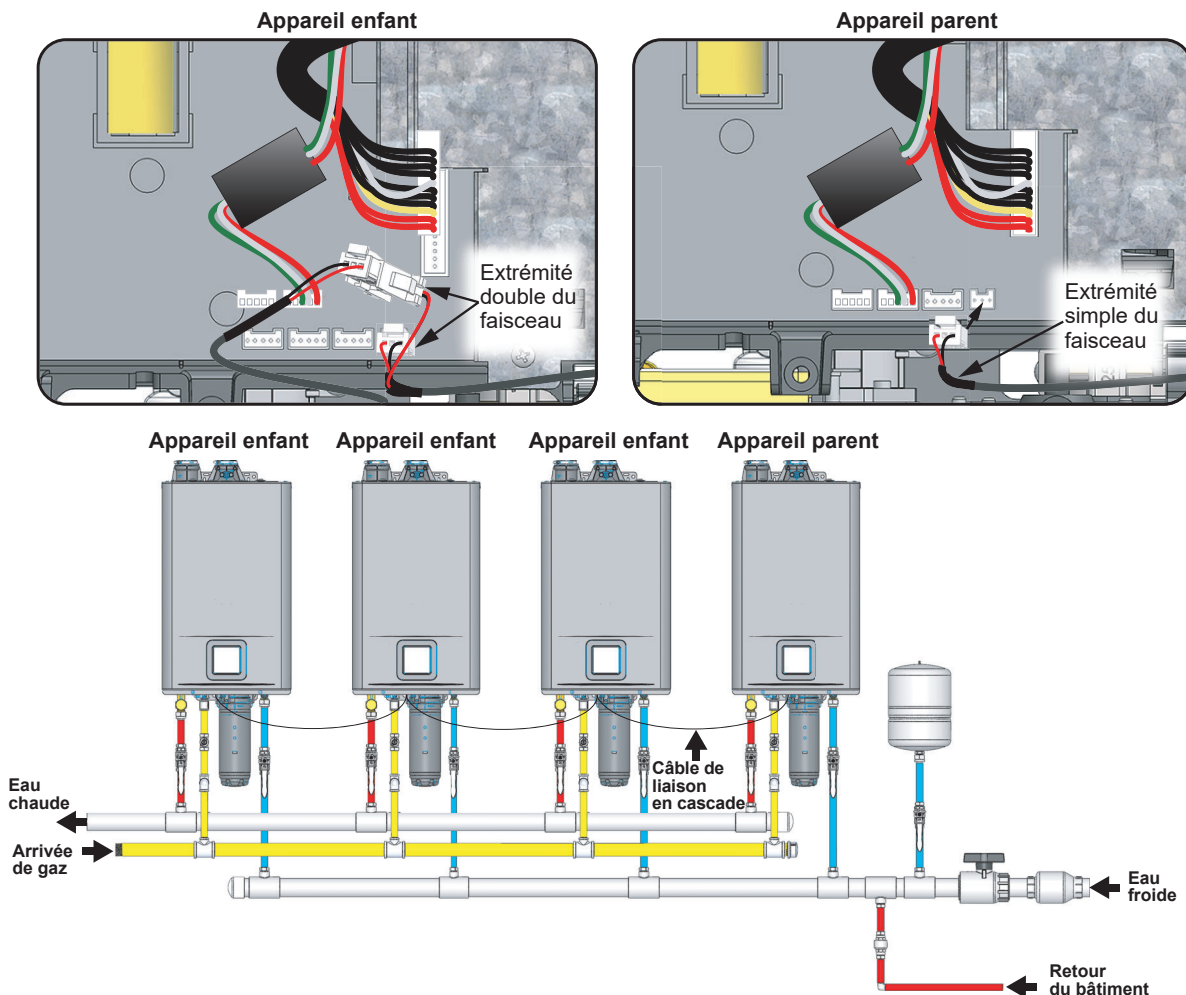

Figure 39 - Configuration en cascade de plusieurs appareils
- 1** Le système en cascade doit être configuré de manière à ce que le chauffe-eau parent soit le premier chauffe-eau raccordé à l'alimentation en eau froide et que les appareils enfants suivent de manière séquentielle. Voir Figure 39.
- 7** Utiliser la Figure 39 comme référence pour repérer le point de raccordement de l'appareil parent en cascade. Utiliser l'extrémité de faisceau simple du câble de liaison en cascade pour réaliser le raccordement initial.
- 9** Si plus d'un chauffe-eau enfant est utilisé, faire passer l'extrémité de faisceau simple du deuxième câble de liaison en cascade par l'œillet en caoutchouc situé au bas du premier chauffe-eau enfant et le raccorder au faisceau ouvert du premier câble de liaison en cascade, comme illustré sur la Figure 39.